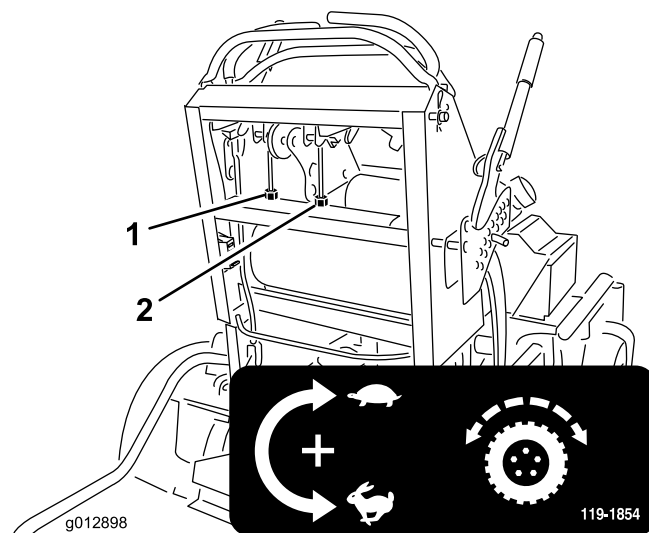

Figura 55
4. Gire la rueda de ajuste del cable derecho hasta que la palanca de control de movimiento derecha quede posicionado en el centro de la ranura de bloqueo/punto muerto del panel de control. Luego, gire la rueda de ajuste del cable izquierdo en incrementos de un cuarto de vuelta hasta que la máquina avance en línea recta (Figura 55).